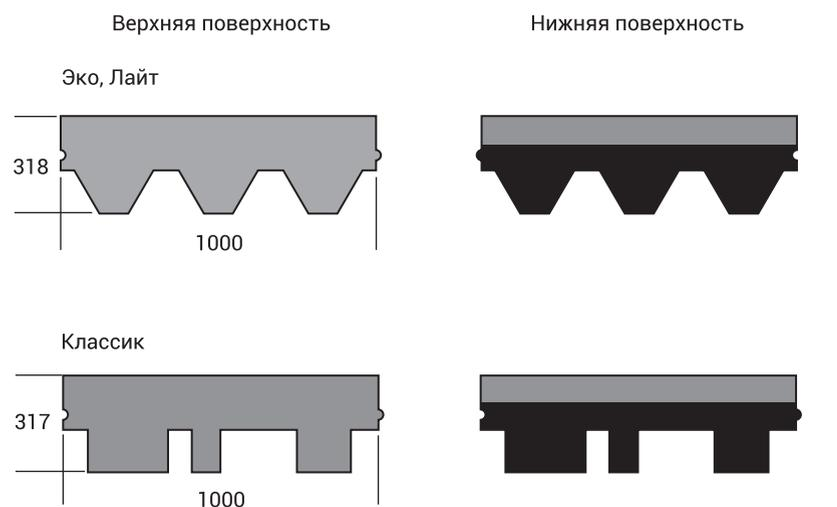

Рисунок 2.1. Формы рядовой черепицы «Альта-Руф»
2.2.3. Гибкая черепица имеет следующие формы (рисунок 2.1.):